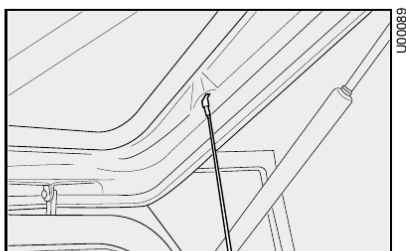

fig. 64
- 1) Gire o tirante fig. 64 e retire-o do orifício.